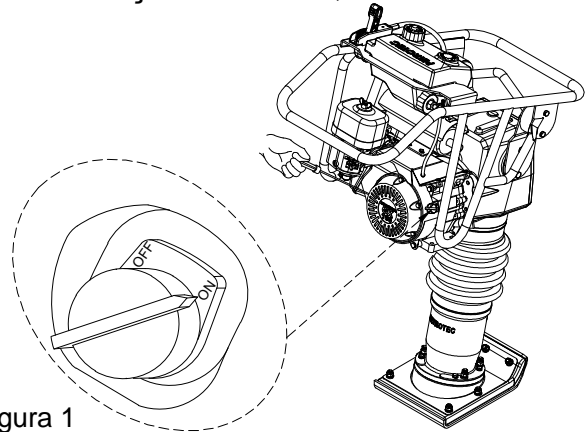

Figura 1
Localizada na parte traseira do motor, a chave na posição (OFF) interrompe o funcionamento do motor, e na posição (ON) está preparado para iniciar a partida. (Figura 1).